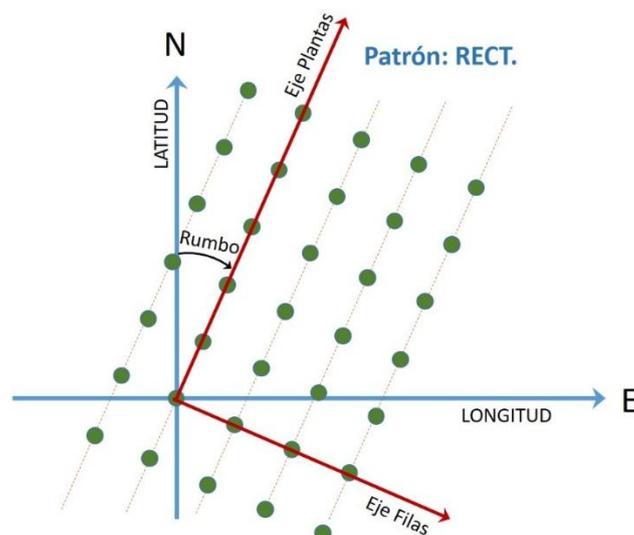
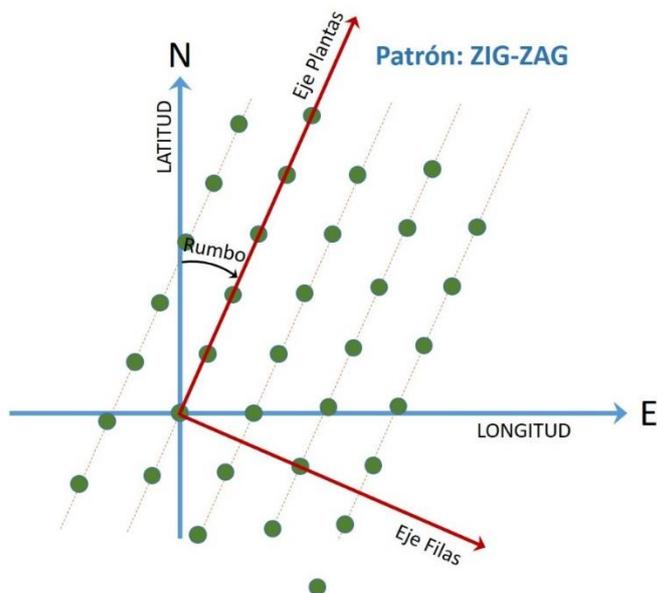

Figura 3. Definición de rumbo y ejes Planta y Fila. Patrón de plantado rectangular.
Figura 4. Plantado con patrón en Zig-Zag.
La aplicación RHO muestra la posición actual del tractor, además de en longitud y latitud, en dos ejes que llamaremos Eje Plantas y Eje Filas, sobre los que es más fácil visualizar el plantado que se va realizando, ya que el Eje Plantas coincide con la línea de movimiento del tractor, a lo largo de la que irá depositando plantas formando una misma fila. La Figura 3 muestra el caso de un plantado con patrón rectangular, y la Figura 4 en Zig-Zag.
- Posición en que se encuentra en el llamado eje de Filas (ver Figura 3). En las **versiones de software previas a la 5.1** esta posición **se muestra sin signo**. Es decir, nos da la distancia en filas hasta el punto de origen. Por ejemplo, si hemos plantado una primera fila (fila 0) partiendo desde el origen, y ahora estamos en la segunda, indicará 1 ya estemos a la derecha o a la izquierda de la anterior. Eso quiere decir que estamos a una fila de distancia de la fila donde está el origen.
- Posición en que se encuentra en el llamado eje de Plantas (ver Figura 3). En las **versiones de software previas a la 5.1**, esta posición **se muestra sin signo**. Es decir, nos da la distancia en plantas hasta el punto de origen. Estemos en la fila que estemos, si estamos a la altura del punto origen, indicará 0. Si
1. **Plantado RECTANGULAR.** Corresponde al tipo de patrón mostrado en la Figura 3. Definición de rumbo y ejes Planta y Fila. Patrón de plantado rectangular. (Figura 3). Cuando se selecciona este patrón, los controles de “Tol. Rumbo” y “Tol. Fila” quedan activos, pudiendo el usuario introducir en ellos los valores que desee, según se explica más abajo.
2. **Plantado en ZIG-ZAG.** Corresponde al tipo de patrón mostrado en la Figura 3. Definición de rumbo y ejes Planta y Fila. Patrón de plantado rectangular.Figura 4. Cuando se selecciona este patrón, los controles de “Tol. Rumbo” y “Tol. Fila” quedan activos, pudiendo el usuario introducir en ellos los valores que desee, según se explica más abajo.